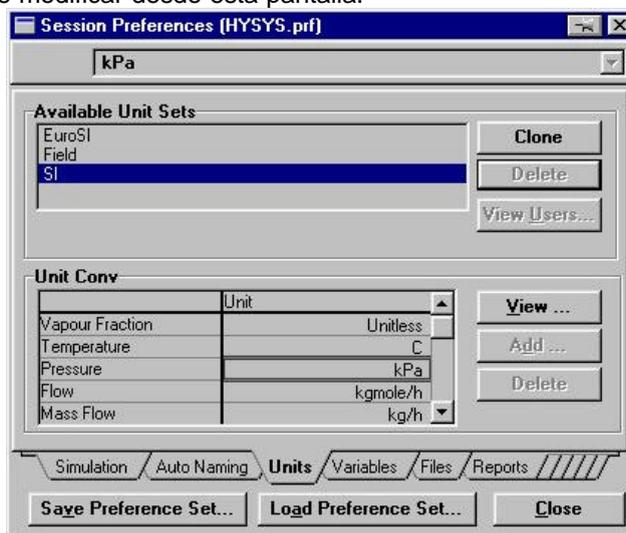

Fig. 2
1.- Para cambiar las unidades debemos seleccionar **Tools** del menú principal; posicionar el cursor sobre **Preferences**, aparecerá una pantalla titulada **Session Preferences (HYSYS.prf)**. Posicionar el cursor sobre la página **Units** y hacer click; esto puede verse en la Fig. 2. El Set de Unidades por defecto es el conjunto **SI**, pero se puede modificar desde esta pantalla.